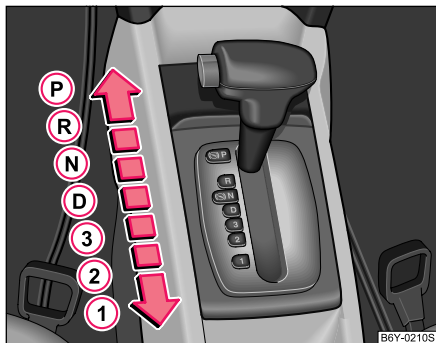

Fig. 87 Sélecteur
- Appuyez sur la touche de blocage (touche dans la poignée du sélecteur), mettez le sélecteur sur la position souhaitée, **D** ⇒ page 106, fig. 87 par ex., et lâchez la touche de blocage.